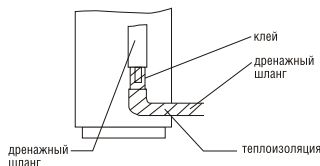

Рис.15
- Часть дренажного шланга, которая находится внутри помещения, должна быть плотно покрыта теплоизоляцией (полиэтилен плотностью 0,03 и толщиной не менее 9 мм) и закреплена (рис. 15).